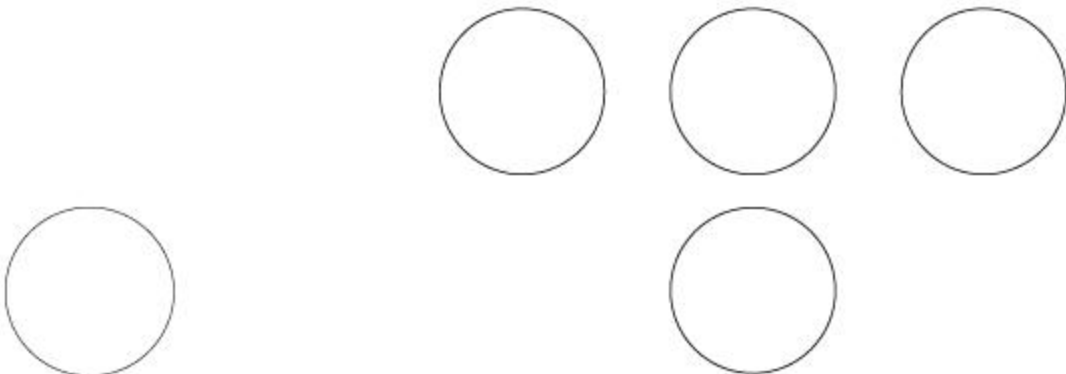

图8-47 绘制圆形                      图8-48 复制圆形
- 01 调用C【圆】命令，绘制半径为250的圆形，结果如图8-47所示。